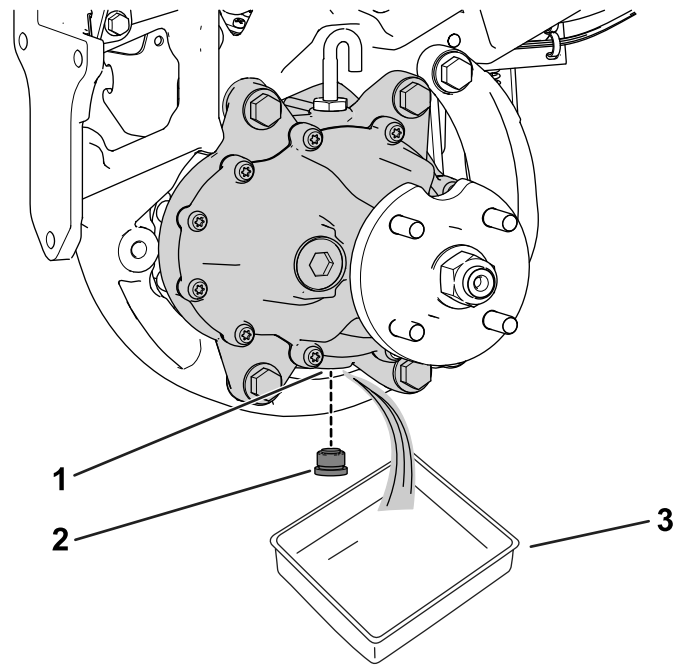

Figura 58
3. Posizionate una bacinella di spurgo sotto il gruppo del motore delle ruote (Figura 58).
4. Rimuovete il tappo dal foro di spurgo (Figura 58).
6. Montate il tappo di spurgo nel relativo foro (Figura 58).